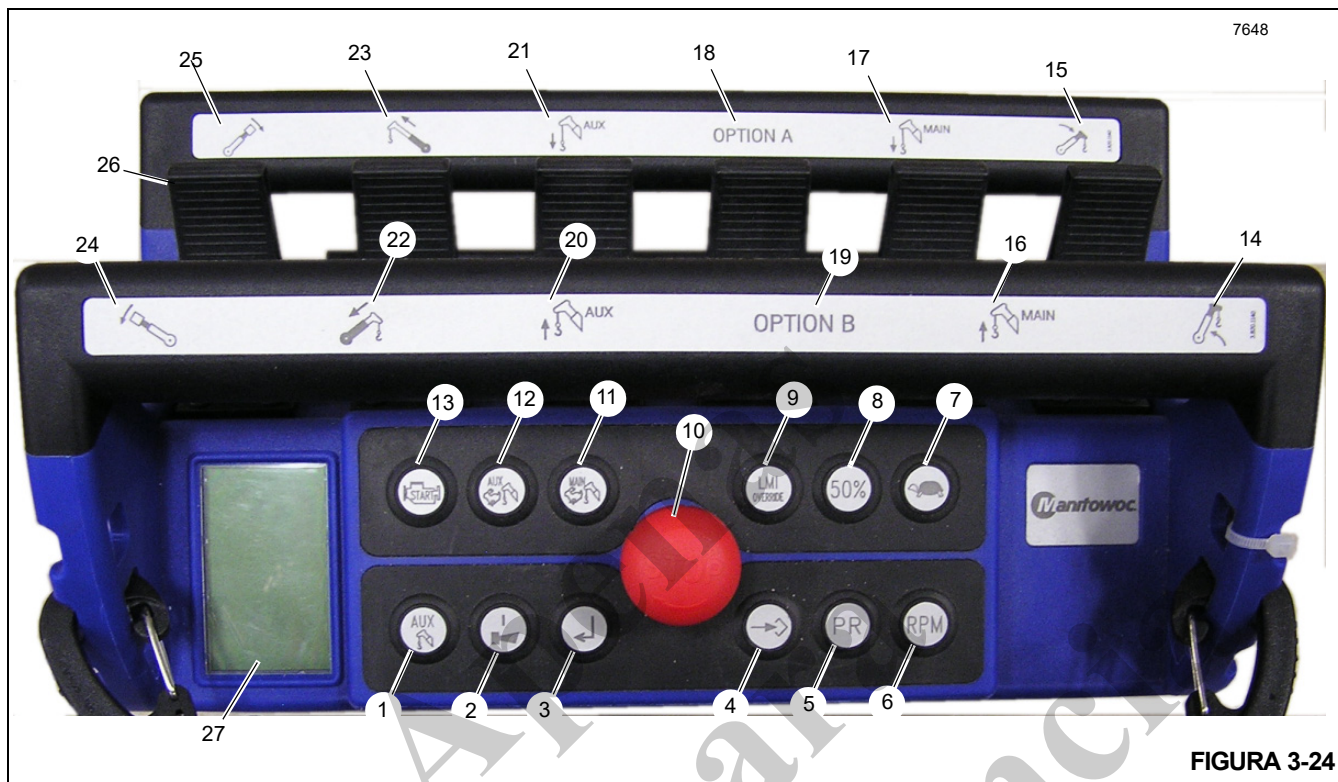
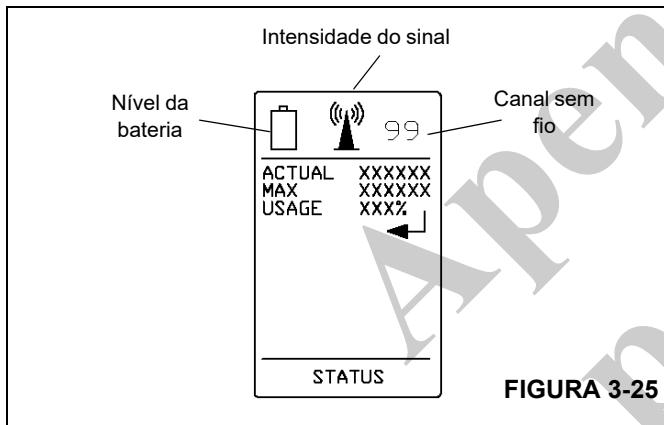

FIGURA 3-24
FIGURA 3-25
O Controle remoto do guindaste opcional (Figura 3-24) permite o controle remoto total do guindaste. O Controle remoto padrão é desativado ao usar o Controle remoto do guindaste.
A Tela de LCD (27, Figura 3-24 e Figura 3-25) no mostrador é usada para informar intensidade do sinal, nível da bateria, canal sem fio, status do controle remoto e a configuração da máquina dependendo dos botões que são pressionados. As informações do RCL são também exibidas para o operador e podem ser alternadas pressionando-se o botão Alternar a tela do IMC do guindaste (3). As seguintes informações do RCL estão disponíveis ao operador na tela de LCD:
Para usar este controle remoto, é necessário ativar o botão vermelho de PARADA (10, Figura 3-24) para ligar o transmissor. Para controlar o guindaste, é necessário pressionar o botão LIGAR/buzina (2) para ativar o controle remoto. A buzina do guindaste é acionada para confirmar a ativação do controle remoto. Agora, o guindaste pode ser ligado mantendo pressionado o botão de partida do motor (13). O controle remoto pode agora ser usado para controlar o guindaste. Para ativar uma função, movimente o joystick (26) correspondente ao movimento desejado.
1. Para usar este controle remoto, é necessário ativar o botão vermelho de PARADA (10, Figura 3-24) para ligar o transmissor.
2. Pressione o botão LIGAR/Buzina (2) para ativar o controle remoto. A buzina do guindaste é acionada para confirmar a ativação do controle remoto.
3. Pressione e mantenha pressionado o botão Partida do motor (13) para ligar o guindaste. O controle remoto pode agora ser usado para controlar o guindaste.
4. Mova o joystick (26) que corresponda ao movimento desejado para ativar a função desejada.
5. Pressione o botão vermelho de PARADA (10) quando terminar de usar o controle remoto. Isso desliga o guindaste.